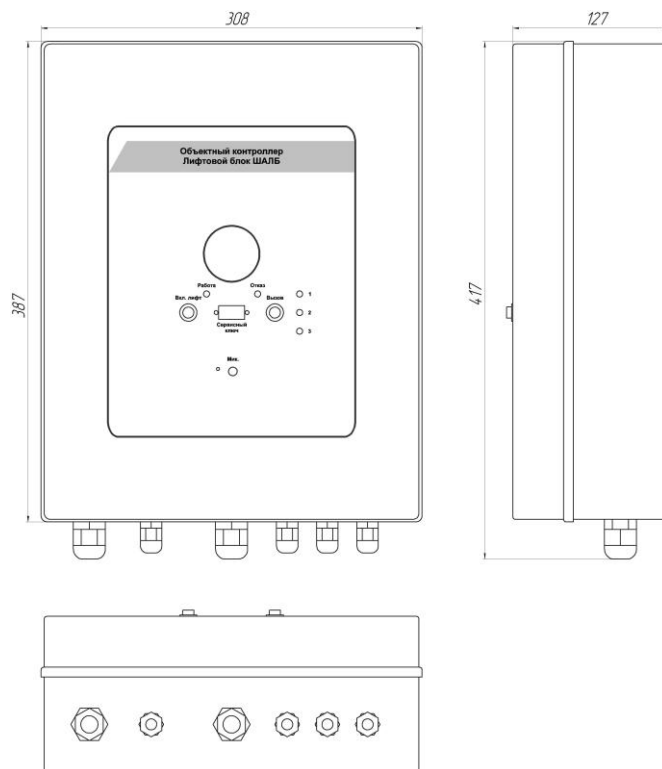

Рис. 1 Габаритные размеры.
- 6.3** Установить ШАЛБ на месте эксплуатации и закрепить, габаритные размеры приведены на рис. 1. Монтажное соединение шкафа к стене должно обеспечить класс защиты IP54.